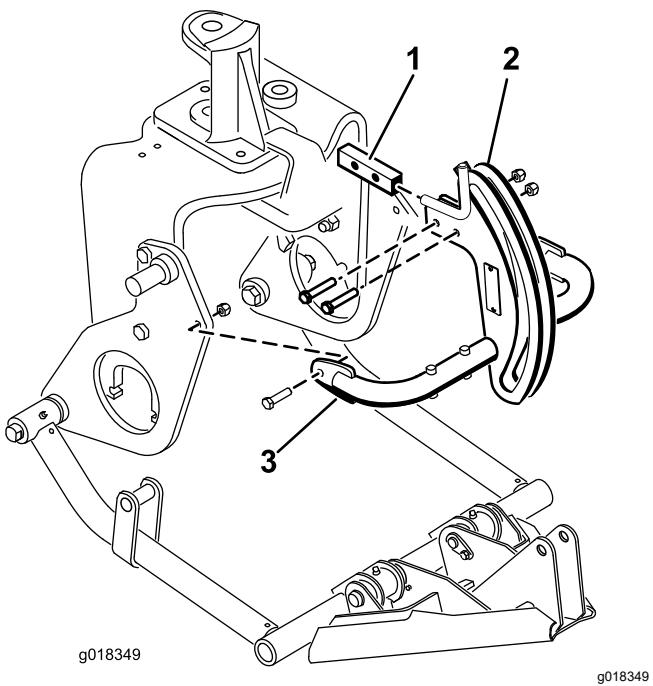

图 14
6. 使用 2 个螺栓 $3/8 \times 2$ 英寸和螺母将挂钩架顶部安装至挂钩架支架 图 14。
7. 用螺栓 $3/8 \times 1\text{-}1/2$ 英寸和螺母 图 14 将挂钩架管安装到犁板上并拧紧紧固件。